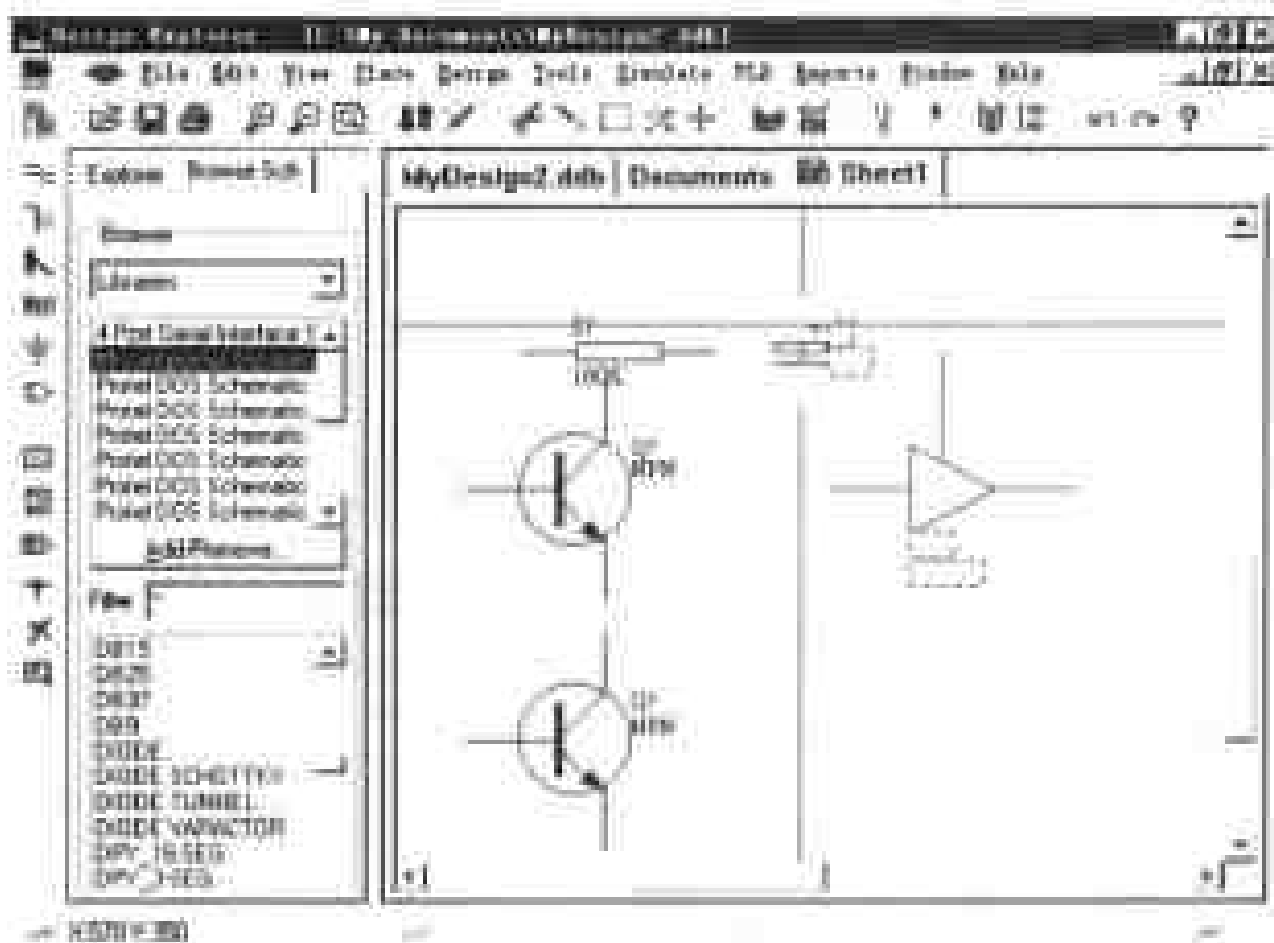

图 2-24 选中被框选的任何元件
(2) 然后用鼠标单击所选中的任一元件, 显示结果如图 2-24 所示, 再将其拖到适当位置, 此时其他被选元件也一起跟着进行移动, 松开左键即可完成多个元件的移动。